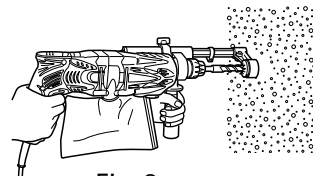

Fig. 8
- (1) Monter le foret de perçage.
- (2) Tirer l'interrupteur de déclenchement après avoir appliqué la pointe du foret sur la position de perçage désirée (Fig. 8).
- (3) Il n'est pas du tout nécessaire d'appliquer une forte pression sur le marteau rotatif. Il suffit d'appliquer une légère pression de manière à ce que la poussière et les éclats soient déchargés progressivement.
- **Quand le foret de perçage touche une poutre en fer, la mèche s'arrête immédiatement et la perceuse réagit en tournant. Par conséquent, tenir fermement la poignée principale et la poignée latérale, comme indiqué à la Fig. 8.**